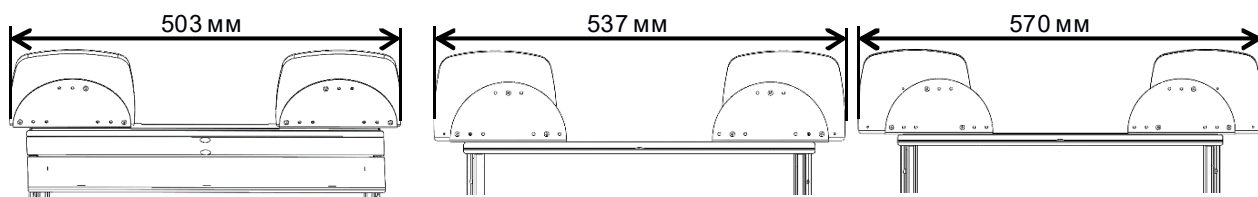

Рис. 10
6.3.3 Накладки подлокотников могут быть смещены в стороны для расширения опорного расстояния для рук, рис.10. Для смещения необходимо перевернуть съемную столешницу и выкрутить саморезы снизу накладки, переставить ее на соседнюю группу отверстий и закрепить саморезами обратно.